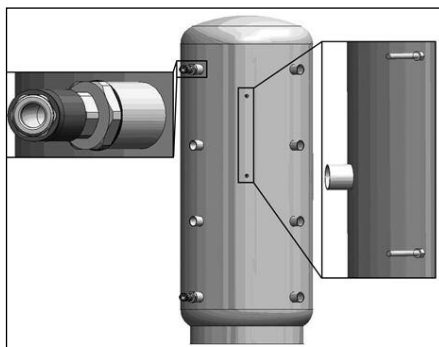

Fig. 6.2
- Visser les 2 tiges filetées M12 x 125 mm dans les écrous de fixation et serrer. Visser les 2 coudes isolés en acier inoxydable G1 écrou x G1 M avec joint dans les manchons de réduction et serrer (voir fig. 6.2). Les coudes doivent être alignés latéralement